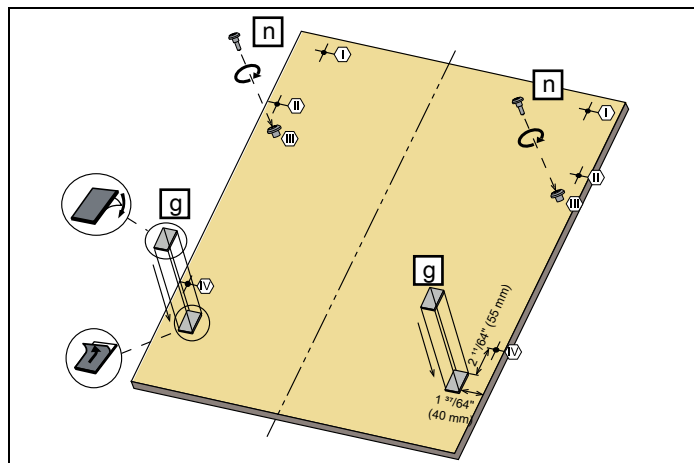

Fig. 20
- 3) Come mostrato nella Fig. 20 , le viti $\varnothing 5/32"$ x $27/32"$ (4 mm x 21,5 mm) installate nelle posizioni III.
- 4) Come illustrato nella Fig. 20 , le strisce di fissaggio per le ante di legno vengono installate nelle posizioni indicate.